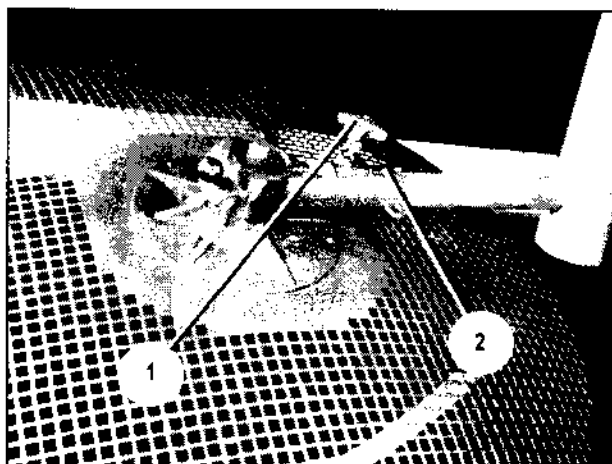

Bild 36
- Antenne FM 1000 auf den mittleren Zapfen des Mastaufsatzes schieben und so weit verdrehen, bis der Zapfen (Bild 36/2) anliegt. Knebelschraube (Bild 36/1) festziehen.